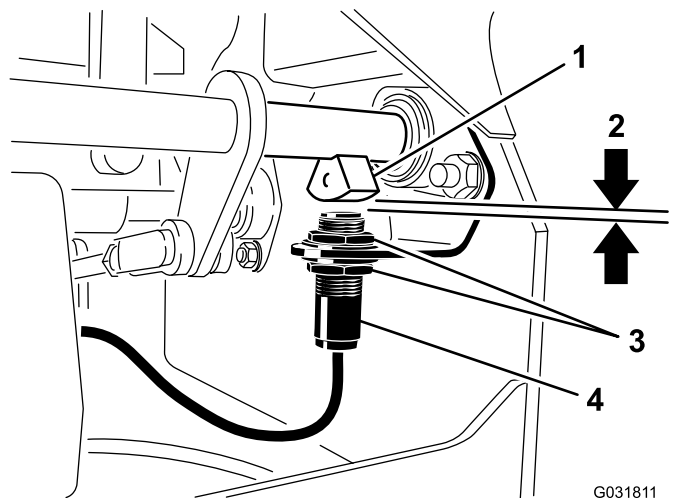

Figure 44
4. Montez ou descendez le contacteur sur le support jusqu'à ce que le capteur d'arbre de frein et le plongeur du contacteur soient distants de 4 mm, comme montré à la (Figure 44).